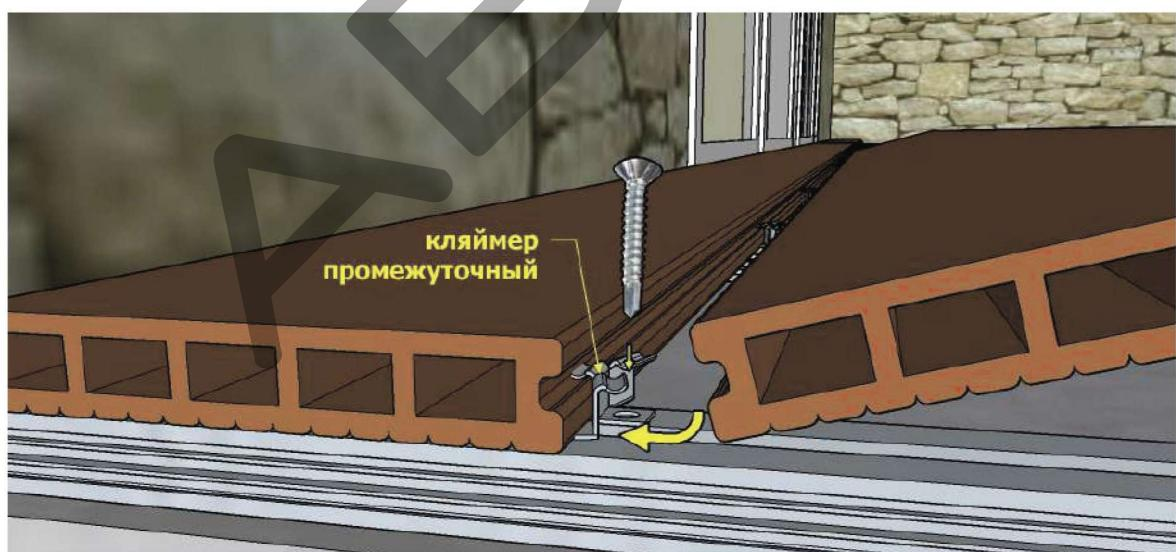

Рис.12
4. Закрепляют промежуточный кляймер, добиваясь необходимой ширины шва 4-5 мм. Перепады температуры и влажности вызывают расширение и усадку террасной доски, в результате чего может возникать вспучивание и коробление покрытия. С учетом этого со всех сторон необходимо предусматривать компенсационные зазоры (швы) : продольные (по длинной стороне доски) – 4-5 мм, торцевые – 6-8 мм. Далее крепят каждую последующую террасную доску, обеспечивая необходимый зазор. Перед креплением саморезами, промежуточный кляймер плотно вставляют под доску, приподнимая ее (рис.12).